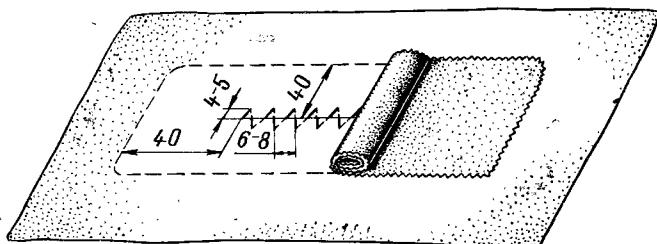

Рис. 97. Нормальные размеры шва, применяемого для сшивки разрезанных участков обшивки
Размытую, мягкую, но невытянутую ткань разреза зашить швейными, подвощенными вручную натуральным пчелиным воском нитками № 10, применяя шов, нормальные размеры которого указаны на рис. 97. При угловом разрезе шитье начинать с вершины угла.
4. Подогнуть края заплаты внутрь разрыва на 10 мм и вшить ее швом, указанным на рис. 97, ниткой № 10 (подвошенной вручную натуральным пчелиным воском). Края заплаты должны быть встык с краями разрыва, при вшивании заплаты смачивать края обшивки и заплаты растворителем и избегать складок на ткани.